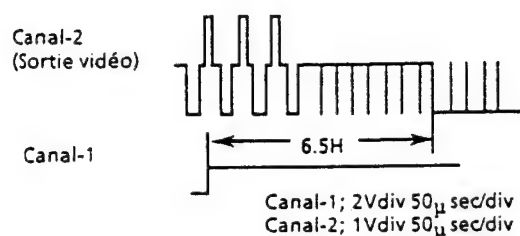

Figure 2-2.
3. Régler R701 (MM générateur de phase) de manière à ce que la forme d'onde sur l'écran de l'oscilloscope se présente de la manière indiquée dans la Figure 2-2 ci-dessous.